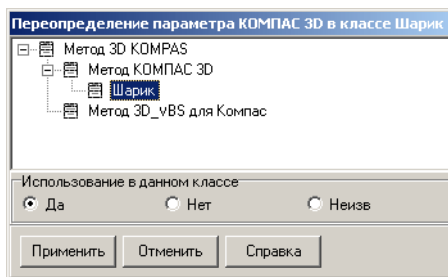

Рис. 3.23.
2. Дважды щелкните левой клавишей мыши по атрибуту *КОМПАС 3D*. Откроется окно переопределения параметра, в котором показан список допустимых типов атрибута (рис. 3.23).